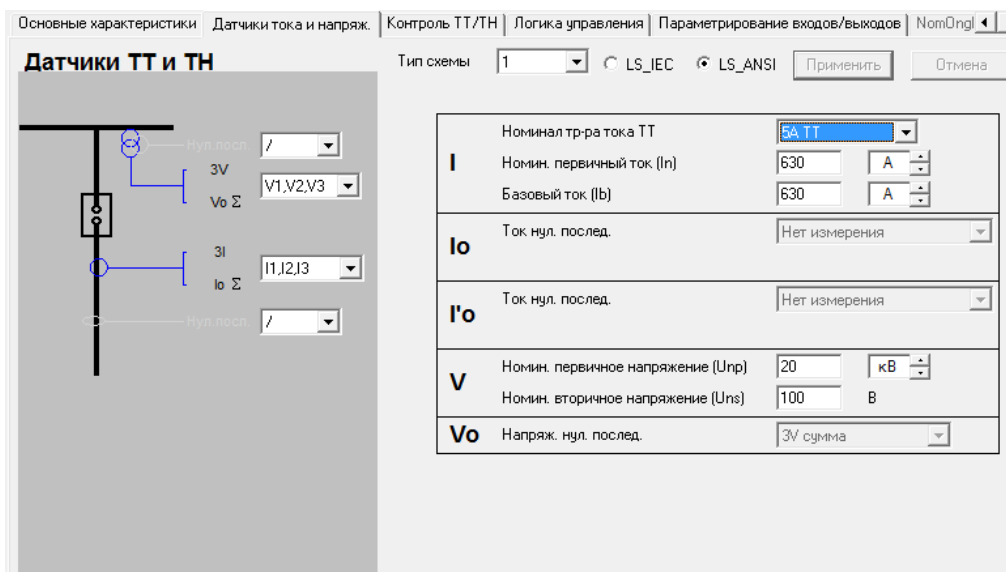

Рис. 5.22. Окно настройки датчиков ТТ и ТН
6. Датчики тока и напряжения (рис. 5.22).